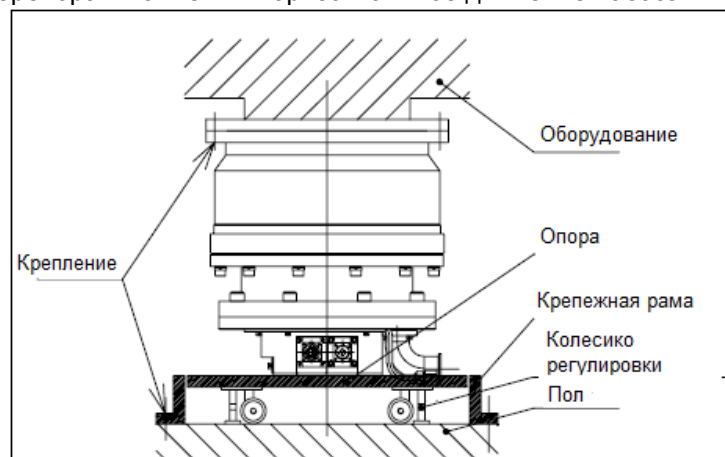

Рис.4-С Метод крепления насоса С (Пример)
- Рис.4-D: Насос установлен не в перпендикулярном (вверх дном, горизонтально, или под наклоном) положении. Фланец на впуске крепится к оборудованию непосредственно или через соединительное приспособление, способное выдержать крутящий момент, указанный в таблице 4.